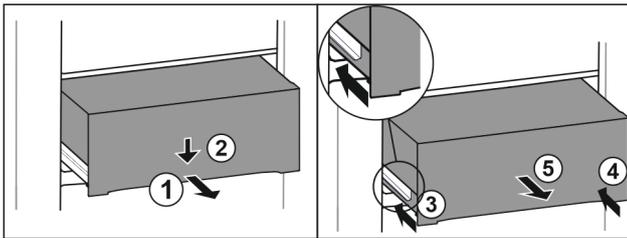

Fig. 66
- ▶ Schubfach halb herausziehen. Fig. 66 (1)
- ▶ Schubfach an der Vorderseite nach unten drücken. Fig. 66 (2)
- ▶ Linke Schiene etwa 2 cm einschieben. Fig. 66 (3)
- ▶ Rechte Schiene etwa 2 cm einschieben. Fig. 66 (4)
- ▶ Schubfach nach vorne entnehmen. Fig. 66 (5)